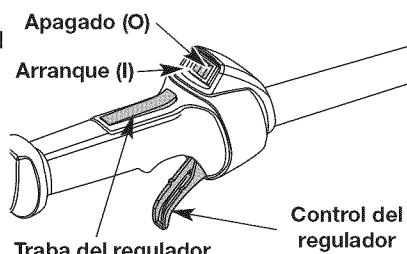

Fig. 10
**NOTA:** No hay necesidad de encender la unidad. El Control de Parada Arranque y Apagado está en la posición Arranque (I), en todo momento (Fig. 10).